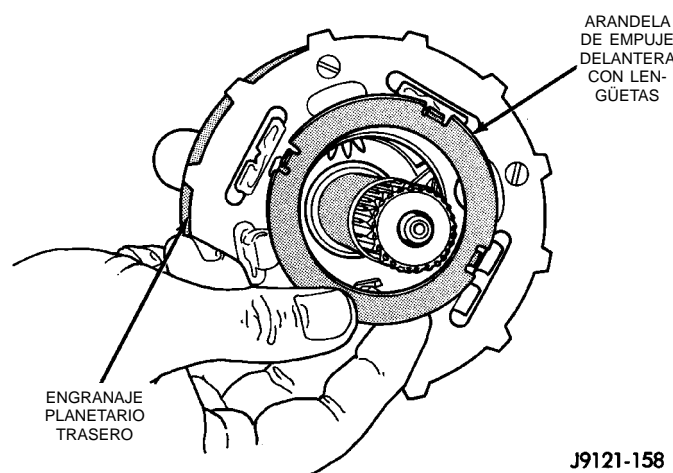

Fig. 183 Instalación de la arandela de empuje delantera del planetario trasero
(6) Instale la arandela de empuje delantera en el engranaje planetario trasero (Fig. 183). Utilice la vaselina suficiente como para mantener la arandela en el engranaje. Asegúrese de que las cuatro lengüetas de la arandela estén asentadas en las muescas.